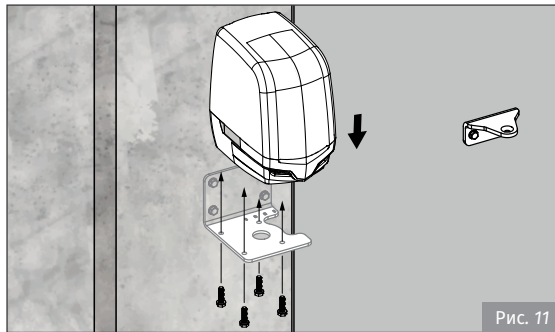

Рис. 11
• Если вы устанавливаете только один мотор и рычаг не находится в правильном положении, вы можете легко изменить его направление в соответствии с указаниями на Рис. 11.